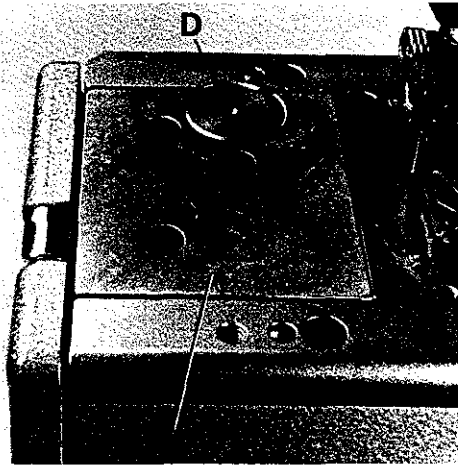
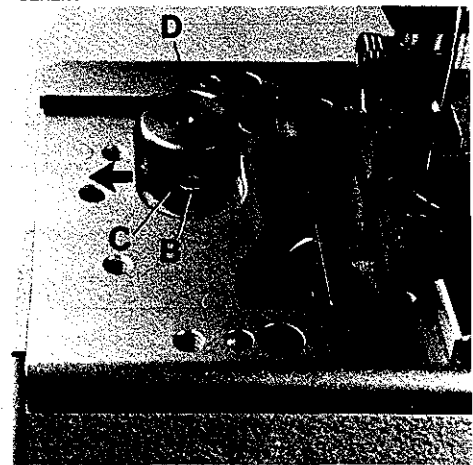
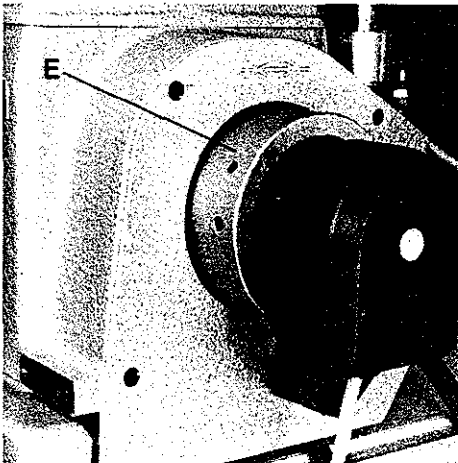

Fig.8
Fig.9
Fig.10
Before the machine leaves the factory, the stitch length change mechanism is locked. After removing cover (A, Fig. 8) and loosening screw (B, Fig. 9) lever (C) can be swung in the direction of the arrow to the left to unlock the stitch length change mechanism. The required hexagon socket wrench is a component of the machine accessories.
The stitch length is changed by slightly pressing stop bolt (D, Figs. 8 and 9) and simultaneously rotating pulley (E, Fig. 10). Within one revolution of the pulley stop bolt (D, Fig. 8) engages and the stitch length change starts. Rotating pulley clockwise shortens the stitch, rotating it counterclockwise increases the stitch.
Vor dem Versand der Maschine wird die Stichlängenverstellung blockiert. Entfernt man den Deckel (A, Fig. 8) und löst die Schraube (B, Fig. 9), kann der Hebel (C) in Pfeilrichtung nach links geschwenkt werden und die Arretierung der Stichlängenverstellung ist aufgehoben. Der benötigte Sechskantschraubendreher ist im Zubehör der Maschine enthalten.
Die Stichlänge wird durch leichtes Drücken auf den Rastbolzen (D, Fig. 8 und 9) und gleichzeitiges Drehen der Handrad-Riemenscheibe (E, Fig. 10) eingestellt. Nach spätestens einer Umdrehung der Handrad-Riemenscheibe rastet der Rastbolzen (D, Fig. 8) ein und die Stichverstellung beginnt. Drehen der Handrad-Riemenscheibe im Uhrzeigersinn verkleinert den Stich, drehen im Gegenuhrzeigersinn vergrößert ihn. Nach dem Einstellen der gewünschten Stichlänge kann, wenn notwendig, die Stichlängenverstellung wieder blockiert werden. Montieren Sie den Deckel wieder.